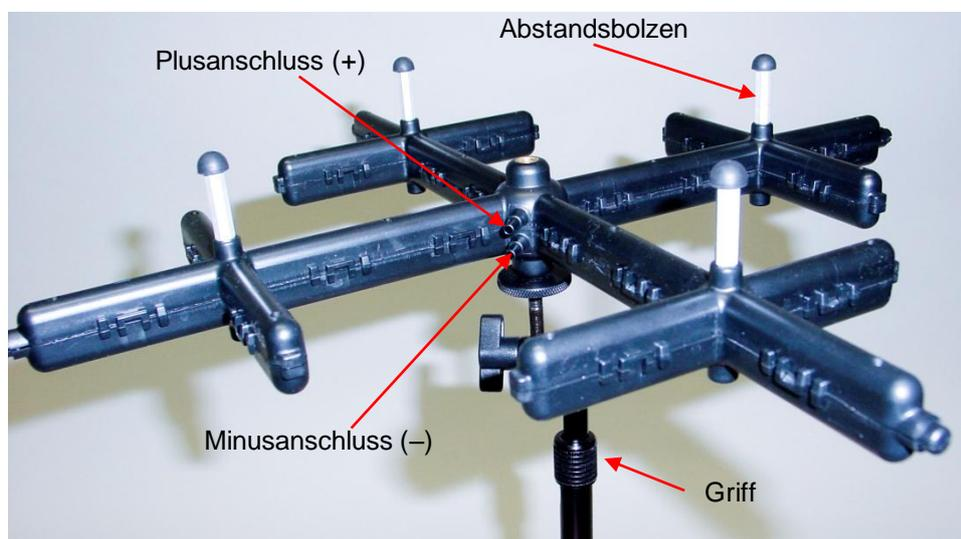

Abbildung 10: Befestigung des Messgeräts am Sockel der Messhaube
1. Halten Sie das Messgerät schräg nach vorn und richten Sie die Nasen am unteren Ende des Messgeräts an den zwei entsprechenden Schlitzten unten im eingesenkten Bereich auf der Vorderseite des Sockels aus (siehe Abbildung 10).